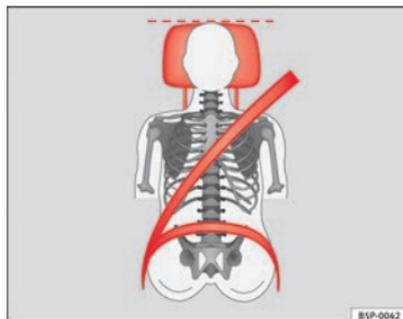
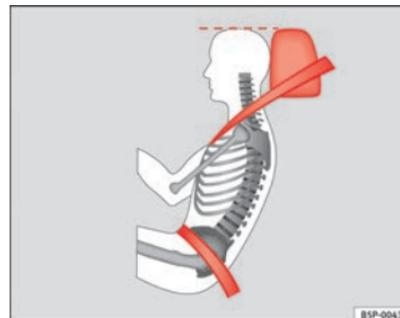

Fig. 89 Vista anteriore: poggiatesta e cinture di sicurezza posizionate correttamente
Fig. 90 Vista laterale: poggiatesta e cinture di sicurezza posizionate correttamente
- Regolare il poggiatesta portando il suo bordo superiore alla stessa altezza della parte superiore della testa, almeno all'altezza degli occhi ⇒ fig. 89 e ⇒ fig. 90.